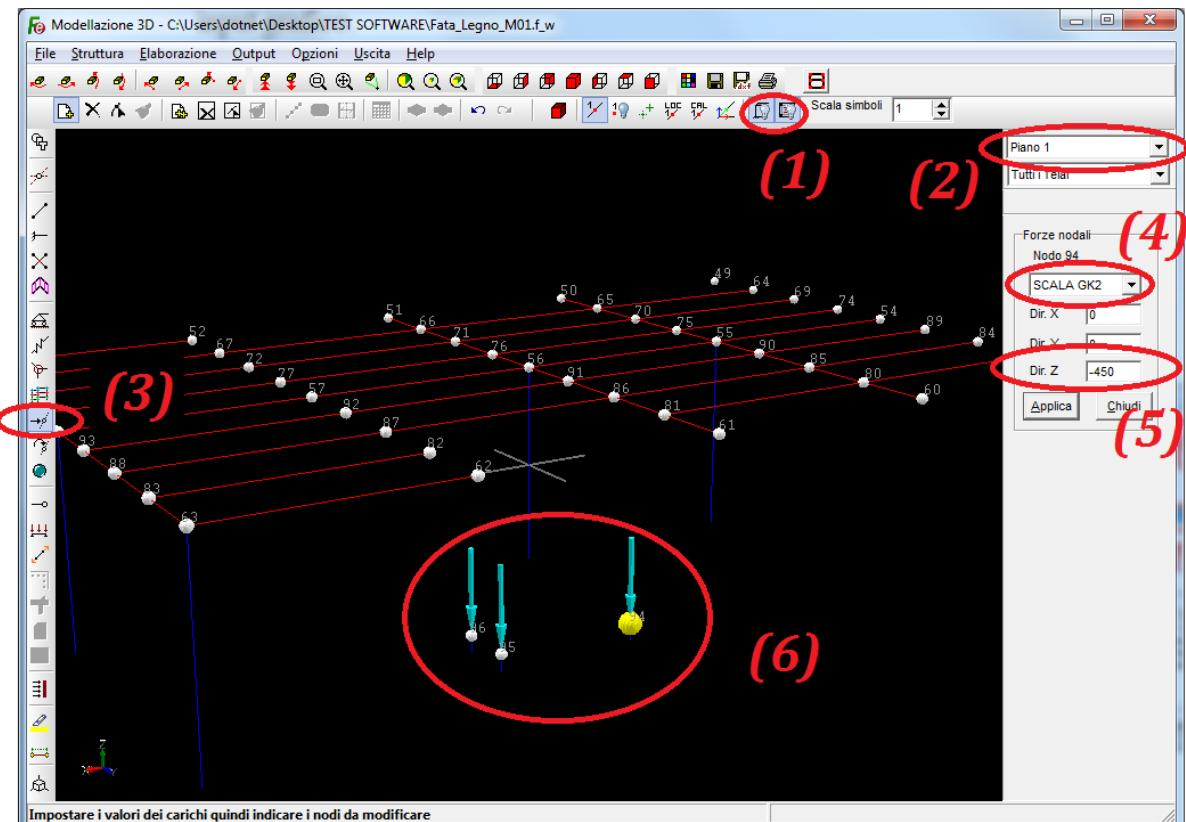

Figura 32
Con riferimento alla figura 32, nella sezione “*Condizione*”, cliccare su “*Aggiungi*” (1) per inserire una nuova riga nella tabella delle combinazioni. Nella finestra “*Aggiunta \ modifica condizione*” apparsa fornire (3) il nome “SCALA GK2”, attivare l’opzione “*Copia da*” (4) e selezionare dall’apposito selettore (5) la condizione “*C. p. non str. [Gk2]*” per copiare da tale condizione i coefficienti di partecipazione alle combinazioni di carico. Cliccare su “*OK*” (6) per confermare e aggiungere l’azione SCALA GK2 che interesserà i carichi permanenti (compreso il peso proprio) derivanti dalla scala prefabbricata.